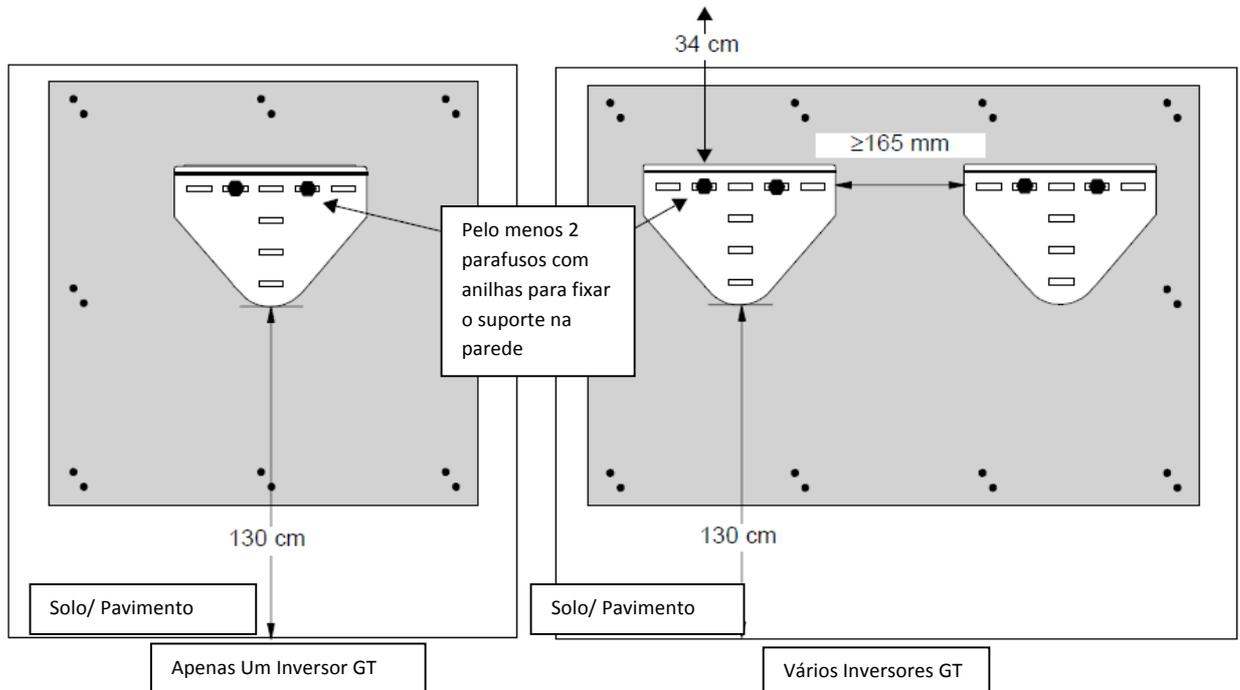

Figura 2-7 Instalação do Suporte de Montagem utilizando o Apoio em contraplacado
3. Utilizando um nível, coloque o suporte de montagem na superfície da parede para que a parte inferior do suporte fique, pelo menos, a 130 cm do solo. Posicione a parte superior do suporte a, pelo menos, 34 cm abaixo de qualquer tecto ou telhado. Ver Figura 2-7.